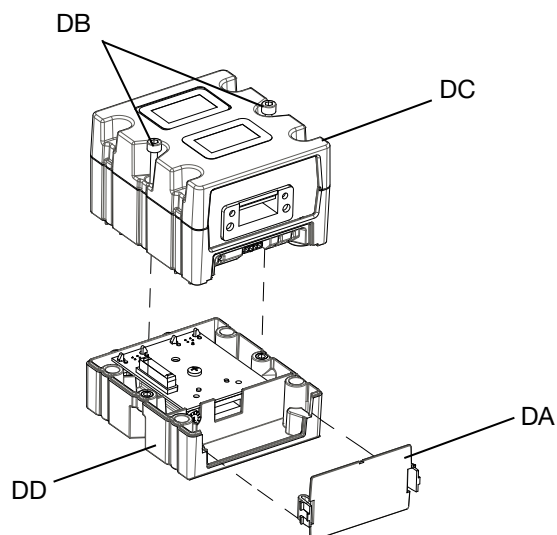

FIG. 66: Démontage du CGM
4. Retirer le couvercle du CGM (DA). Desserrer et conserver les deux vis M5-0,8 x 45 mm (DB) et retirer le CGM (DC) de l'embase (DD). Voir FIG. 66.